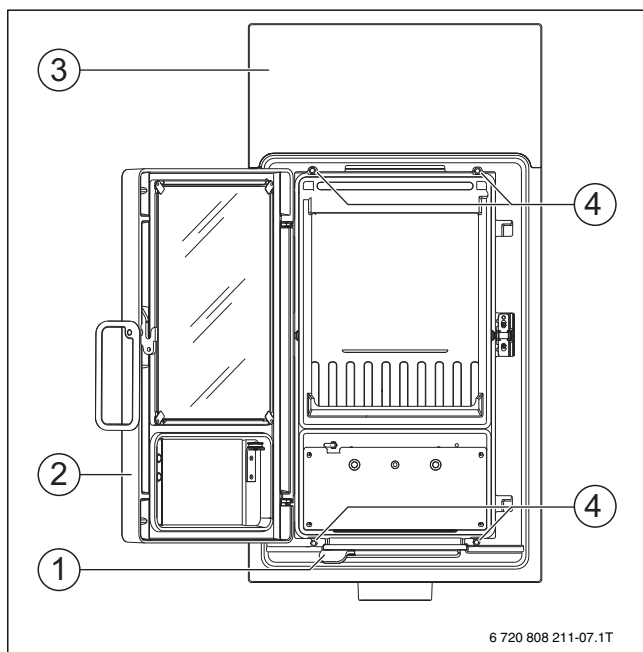

Bild 10 Frontplatte montieren
- ▶ Griff des Verbrennungsluftschiebers (→ Bild 10, [1]) auf das Verbrennungsluftschiebergestänge aufschieben und mit den Schrauben befestigen.